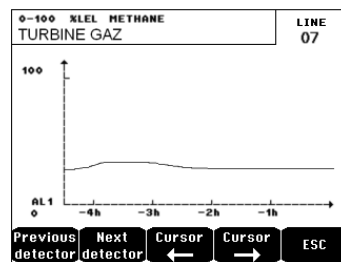

Рисунок 37: Пример экрана с кривой измерений.
- **Кривая:** Дисплей кривой измерений за последние 4 часа (Рисунок 37). Клавиши → и ← позволяют перемещать курсор по шкале времени. Вертикальная пунктирная линия показывает концентрацию и временную метку рассматриваемой точки. Escape (выход): возврат к дисплею значений.